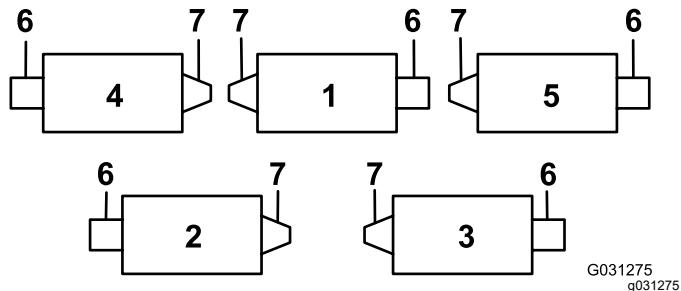
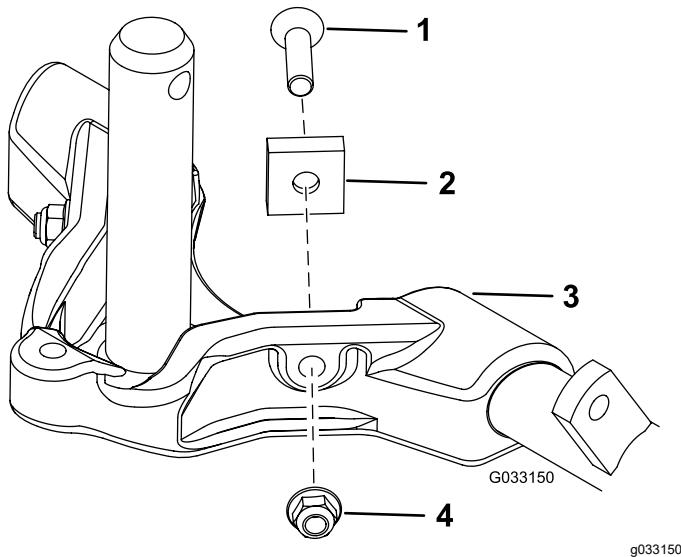

Figura 12
Figura 15
Importante: Na unidade de corte 4 (frontal esquerda) e na unidade de corte 5 (frontal direita), utilize as porcas de montagem do suporte da barra para instalar os guias de tubos na frente dos separadores da unidade de corte. Os guias de tubos devem inclinar para a unidade de corte central (**Figura 12** a **Figura 14**).
7. Aumente a marcha das unidades de corte traseiras removendo os 2 espaçadores da articulação, parafusos de cabeça sextavada e porcas de bloqueio flangeadas (Figura 15) das estruturas de transporte das unidades de corte traseiras (unidades de corte 2 e 3); consulte Figura 12.